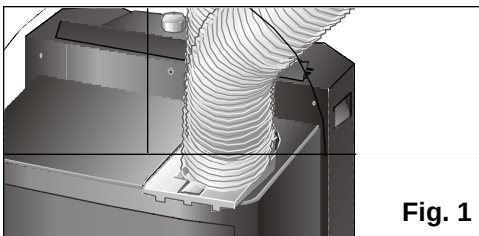

Fig. 1
- ☐ Assurez-vous que le bouchon d'évacuation est bien à sa place car il peut s'être déplacé pendant le transport, **Fig. 1**.
- ☐ Vérifiez que le bouchon, **Fig. 1**, est placé dans le tube d'évacuation afin d'empêcher que l'eau ne sorte à l'extérieur et ne mouille la surface d'appui.